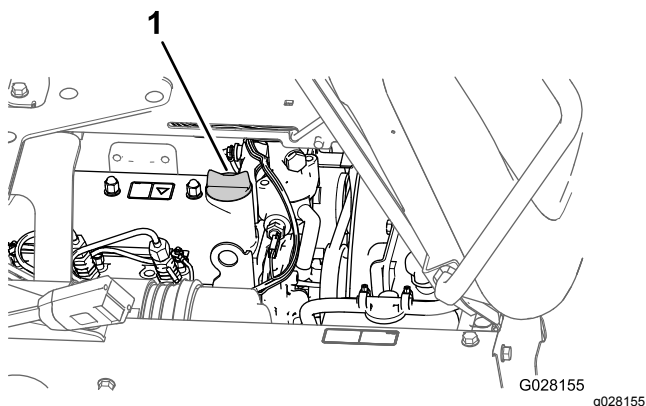

Рисунок 71
3. Если уровень масла низкий, снимите крышку заливной горловины с крышки клапана и залейте масло в заливную горловину до уровня отметки Full (Полный) на масломерном щупе (Рисунок 71).